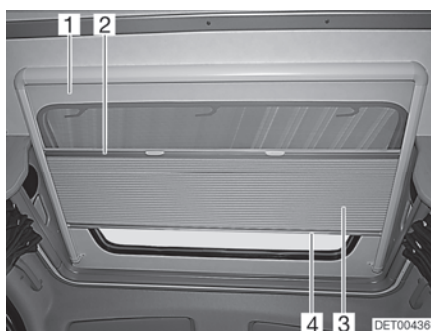

Fig. 39 Toit ouvrant
Le dispositif occultant plissé (Fig. 39,3) est relié de manière permanente à une moustiquaire (Fig. 39,1).
- Saisir la tige de fermeture (Fig. 39,4) du dispositif occultant plissé par le milieu et tirer avec précaution vers le bas.
Ouvrir : ■ Ramener lentement le dispositif occultant plissé en arrière par la tige de fermeture (Fig. 39,4).
Fermer : ■ Saisir la moustiquaire par le centre de la tige de fermeture (Fig. 39,2) et tirer avec précaution vers le bas.
Ouvrir : ■ Ramener lentement la moustiquaire en arrière par la tige de fermeture du dispositif occultant plissé (Fig. 39,4).